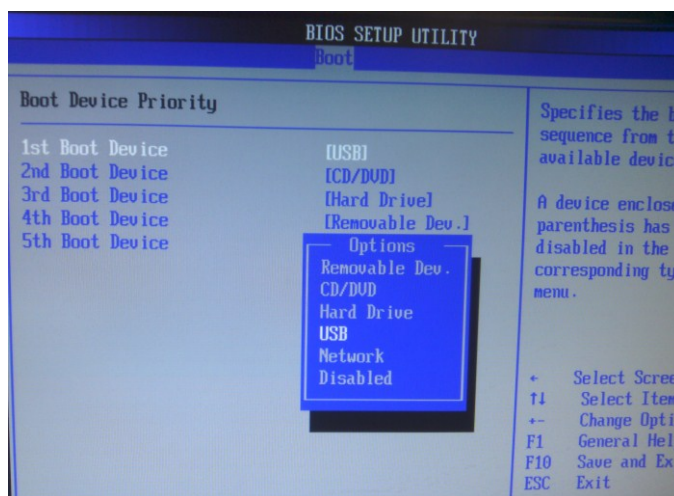

图 2-3 BIOS 设置 2
4) 在下一个界面（如图 2-3 所示），将“1st Boot Device”设置为“USB”启动。